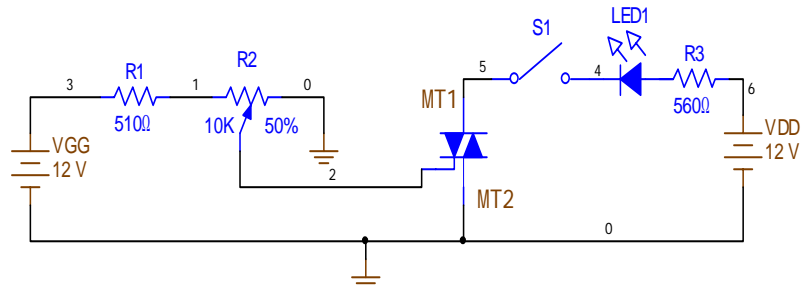

Figura 12.
- a) Arme el circuito que se muestra en la figura 12.